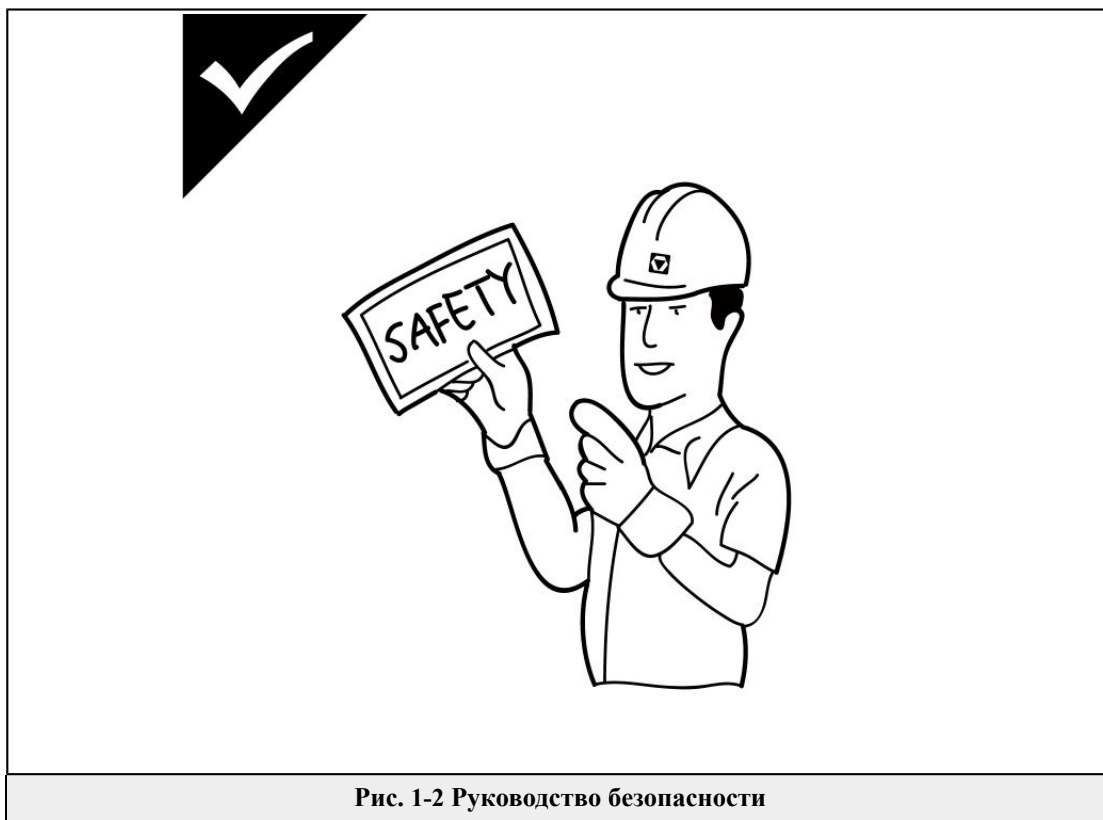

Рис. 1-2 Руководство безопасности
2. Перед запуском машины или первой эксплуатацией машины, внимательно прочтите и усвойте содержание данного руководства (Рис. 1-2) .